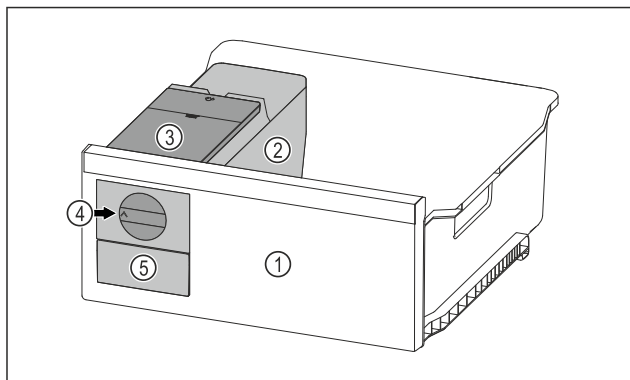

Fig. 97 Przykładowa prezentacja
- ▶ Pokrętło Fig. 97 (4) obrócić zgodnie z ruchem wskazówek zegara.
- ▶ Kostki lodu wypadają do pojemnika na kostki lodu w szufladzie na kostki lodu Fig. 97 (5). Jeżeli nie wszystkie kostki lodu zostaną zwolnione z pojemnika na kostki lodu: